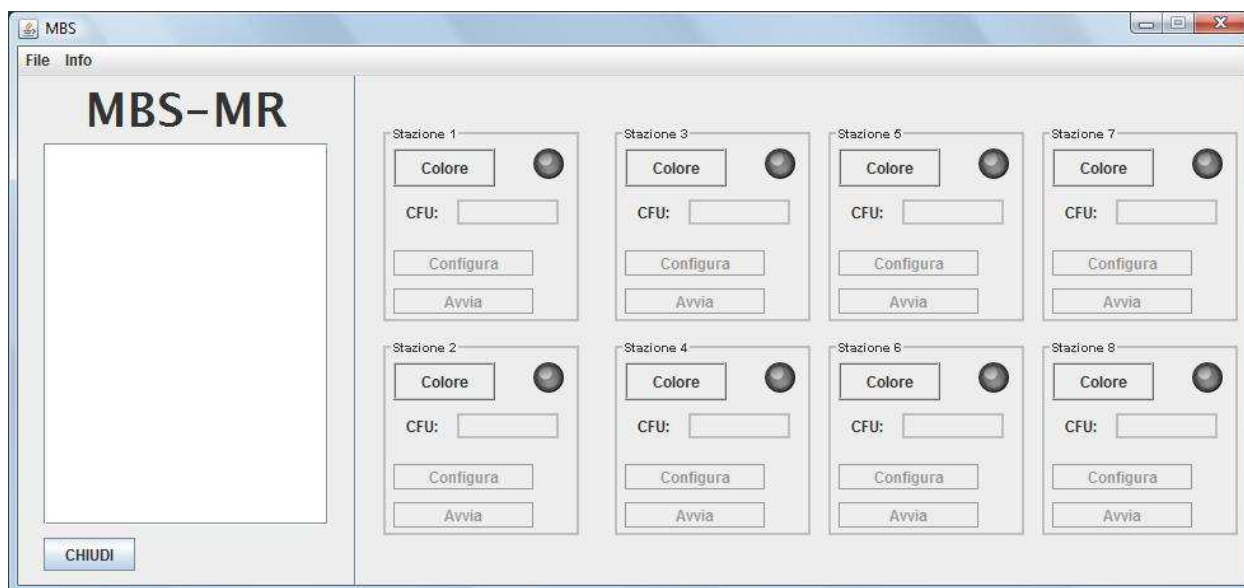

Fig. 8. MBS-MR – Interfaccia utente
- Cliccare 2 volte sul file “MBS.bat” contenuto nella cartella “MBS-MR Software” o doppio clic sul collegamento (eventualmente creato sul desktop), appare l’interfaccia utente del MBS-MR (fig. 8);